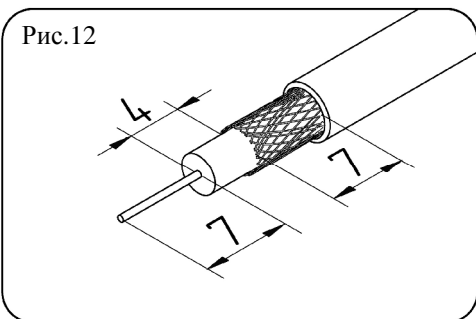

Рис.12
5.14. Отмерить кабель необходимой длины. Подготовить концы кабеля согласно рис.12.